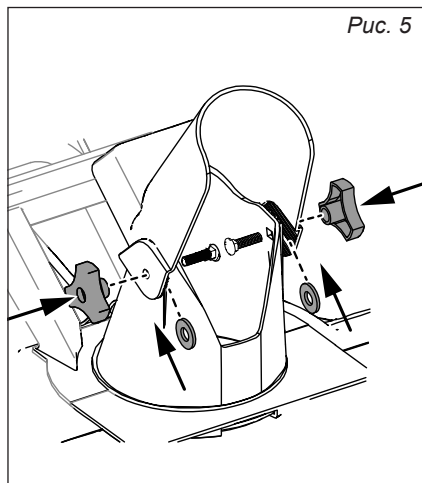

Рис. 5
6.4. Монтаж механизма выброса снега (рис. 5)